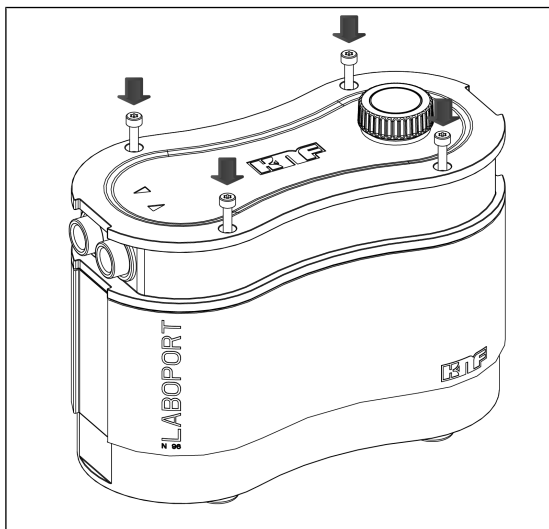

Fig.14: Serrage des vis du carter
3. Resserrez les quatre vis de carter (1) en croix (couple de serrage : 190 à 200 Ncm) (voir Fig. 14).